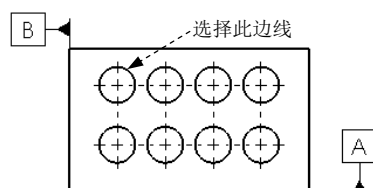
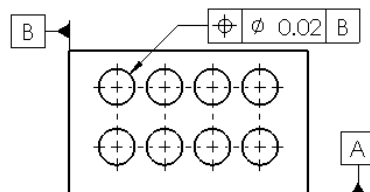

图 6.5.21 选取放置边
图 6.5.22 “位置度”形位公差
Step5. 放置形位公差符号。选取图 6.5.21 所示的边线，再选取合适的位置单击以放置形位公差，结果如图 6.5.22 所示。